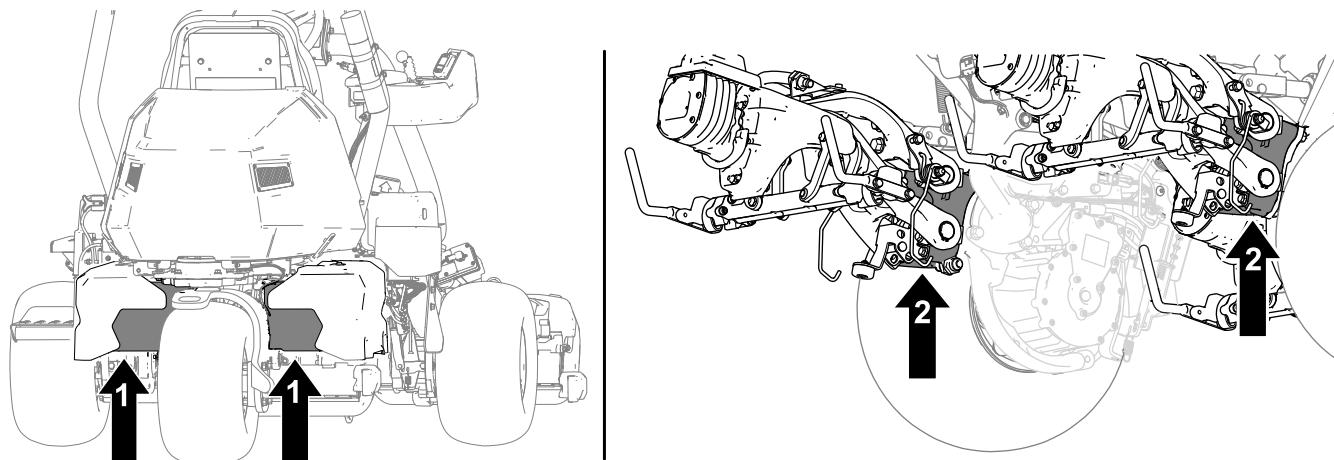

Figure 35
2. Après avoir levé la machine, placez une chandelle aux emplacement suivants pour la soutenir (Figure 35) :